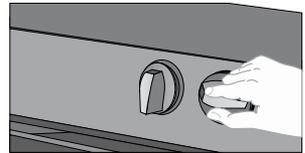

Figura 26
- Presione la perilla y gírela hasta una de las cinco posiciones de temperatura especificadas sobre la tapa de control según sus necesidades (Ver figura 26).